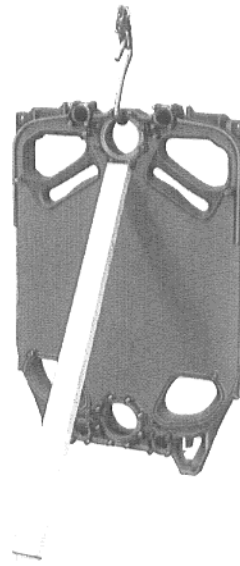

Abb. 8
- **Hinterglied** aufstellen, ausrichten und gegen Kippen sichern (Abb. 8).